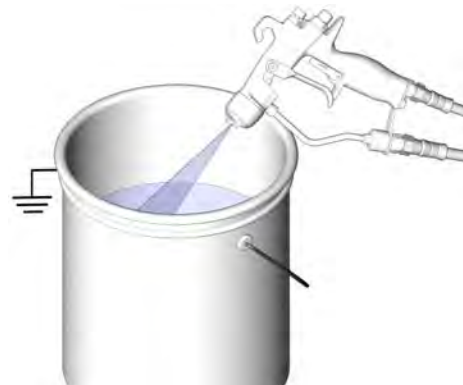

FIG. 12
5. Hold en av pistolens metallideler i god kontakt med et jordet metallspenn. Trekk inn avtrekkeren for å avlaste trykket. Se FIG. 12.